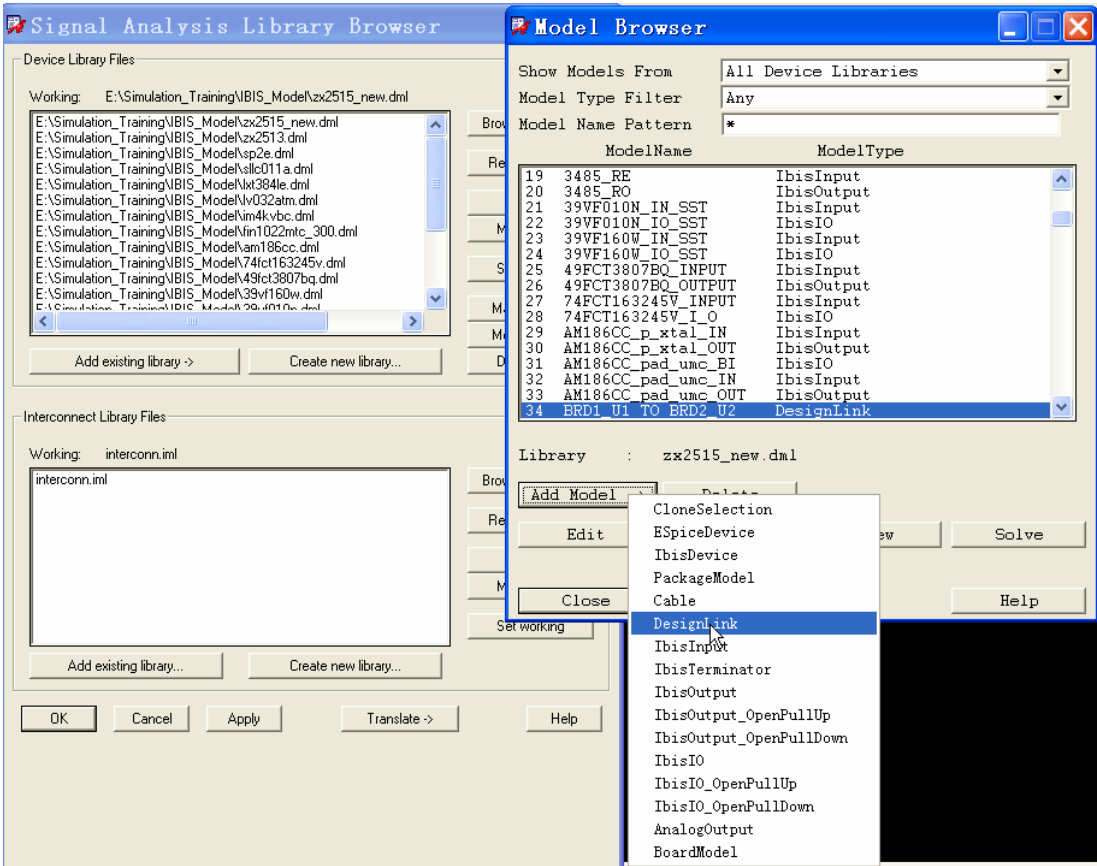

图 7—9 加入 DesignLink 模型
- 1、在 PCB SI 窗口中选择 **Analyze—SI/EMI Sim—Library** 菜单，出现 **Signal Analysis Library Browser** 窗口出现，单击 **Signal Analysis Library Browser** 窗口中的 **Browse Models** 按钮（模型浏览器出现），单击 **Add Model** 按钮，选择弹出菜单中的 DesignLink（一个用来输入 DesignLink 名字的对话框将出现），如图 7—9。
- 2、输入新的 DesignLink 模型名，点击 OK。（图 7—10）